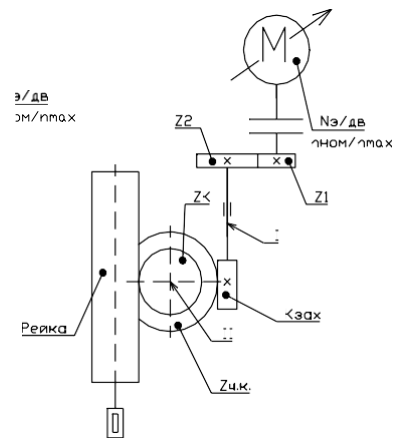

Рис. 1
16. На схеме рис. 1 определите скорость подачи шпинделя (мм/об.) при  $n_{шп} = 600 \text{ мин}^{-1}$ ,  $n_3 = 1000 \text{ мин}^{-1}$ ,  $Z_1 = 20$ ,  $Z_2 = 50$ , числе заходов  $k_{зах} = 1$ ,  $Z_{ч.к.} = 50$ , передача шестерня – рейка  $Z_{ш} = 10 \text{ мм}$ , модуль  $m = 2 \text{ мм}$ .